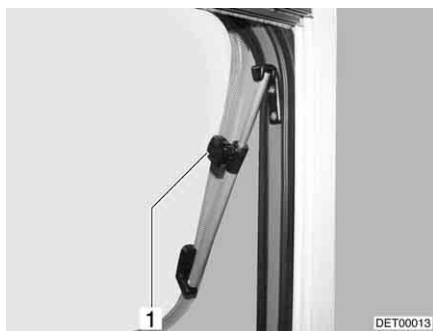

Bild 74 Taklucka med vridspärrar, öppen
- Takluckan öppnas till önskat läge och fixeras med ratten (Bild 74,1).
- Vrid den lettrade hylsan (Bild 74,1) tills låsningen släpper.